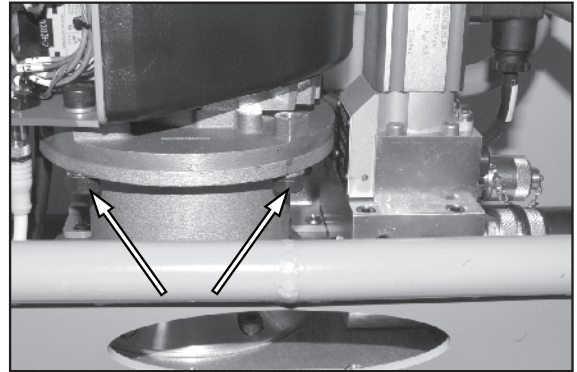

Figura 27.
4. Vedere la Figura 27. Rimuovere i quattro bulloni del motore (due su ciascun lato).